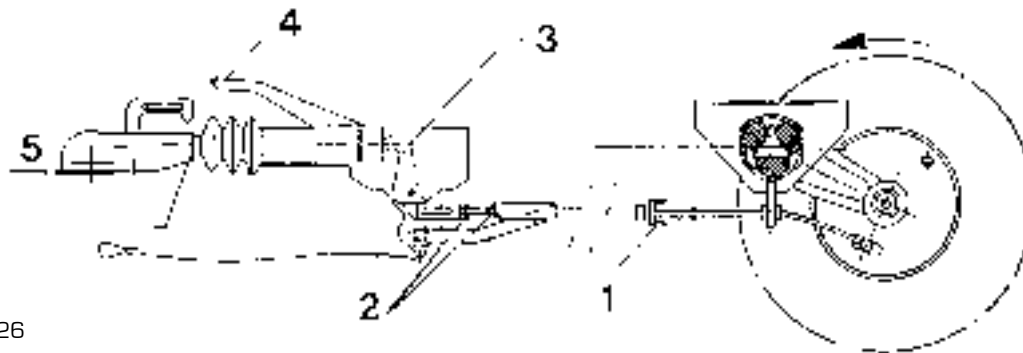

Fig 26
Contrôles à effectuer : (fig. 26) les points suivants sont à vérifier avant tout déplacement pour votre sécurité.
- 1) Palonnier parallèle au corps de l'essieu (fig 26/1).
- 2) Ecrus en appui sur le compensateur (fig 26/2).
- 3) Bielle de commande en appui sur l'arrière de l'amortisseur (sans jeu ni serrage) (fig 26/3).
- 4) Levier de frein DESSERE + tête d'attelage tirée au maximum vers l'avant (fig 26/4 & 5).